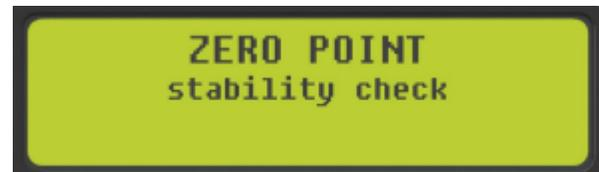

FIG. 4
6. L'écran LCD affichera « ZERO POINT stability check » (POINT ZÉRO étalonné) une fois la procédure terminée (Fig. 4).